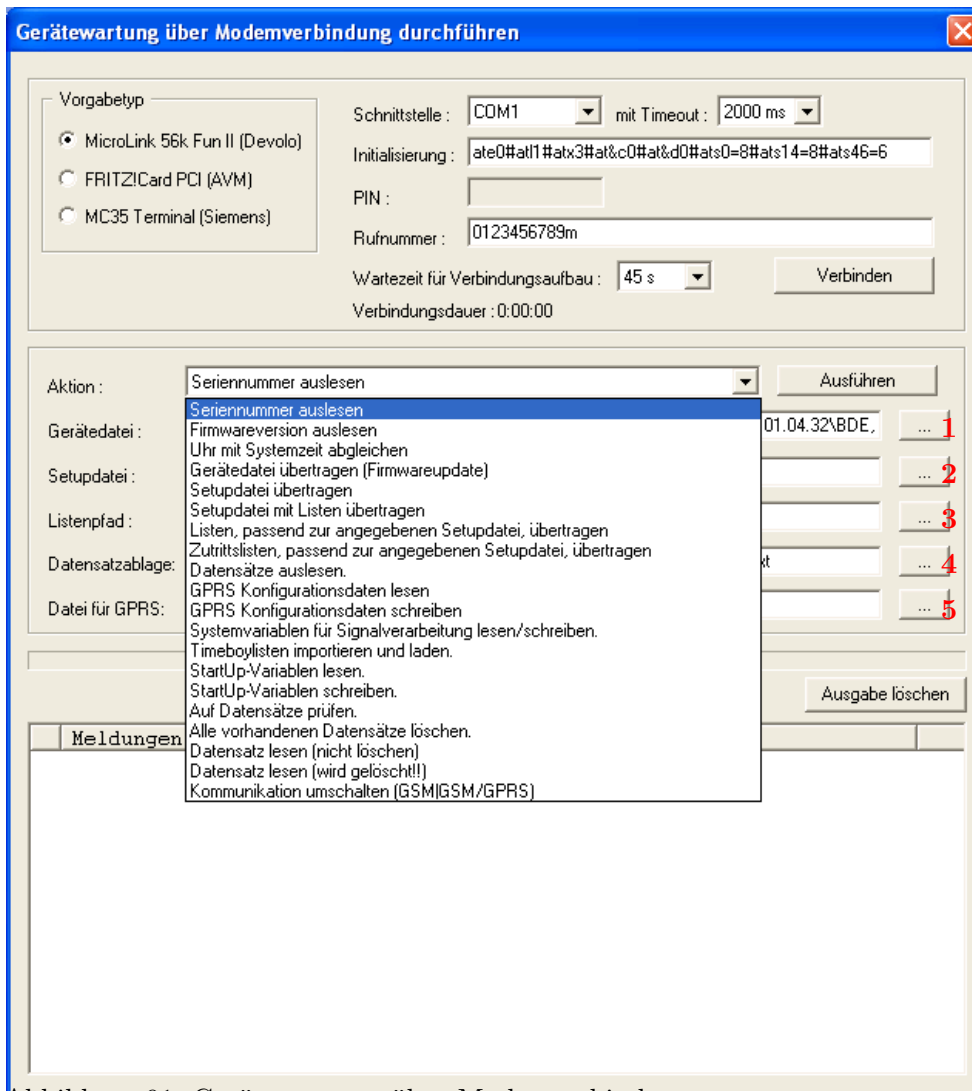

Abbildung 91: Gerätewartung über Modemverbindung
- ▶ **Geräte-datei übertragen (Firmwareupdate)** - Über die Schaltfläche **1** in Abbildung 91 öffnet sich ein Dialog über den Sie die „Geräte-datei“ mit der Endung „.hex“ auswählen können. Haben Sie die Datei markiert, können Sie sie über die Schaltfläche „Öffnen“ übernehmen.
- ▶ **Setup-datei übertragen** - Über die Schaltfläche **2** in Abbildung 91 öffnet sich ein Dialog über den Sie die „Setup-datei“ mit der Endung „.aes“ auswählen können. Haben Sie die Datei markiert, können Sie sie über die Schaltfläche „Öffnen“ übernehmen.
- ▶ **Setup-datei mit Listen übertragen** - Über die Schaltfläche **3** in Abbildung 91 öffnet sich ein Dialog über den Sie den Ordner (Pfad) angeben können in dem sich die Listendateien befinden.
- ▶ **Datensätze auslesen** - Über diese Funktion können Sie die Datensätze aus dem BDE-MasterIV auslesen. Über die Schaltfläche **4** in Abbildung 91 öffnet sich ein Dialog über den Sie den Ordner (Pfad) angeben können in dem Sie die Datensätze speichern möchten.